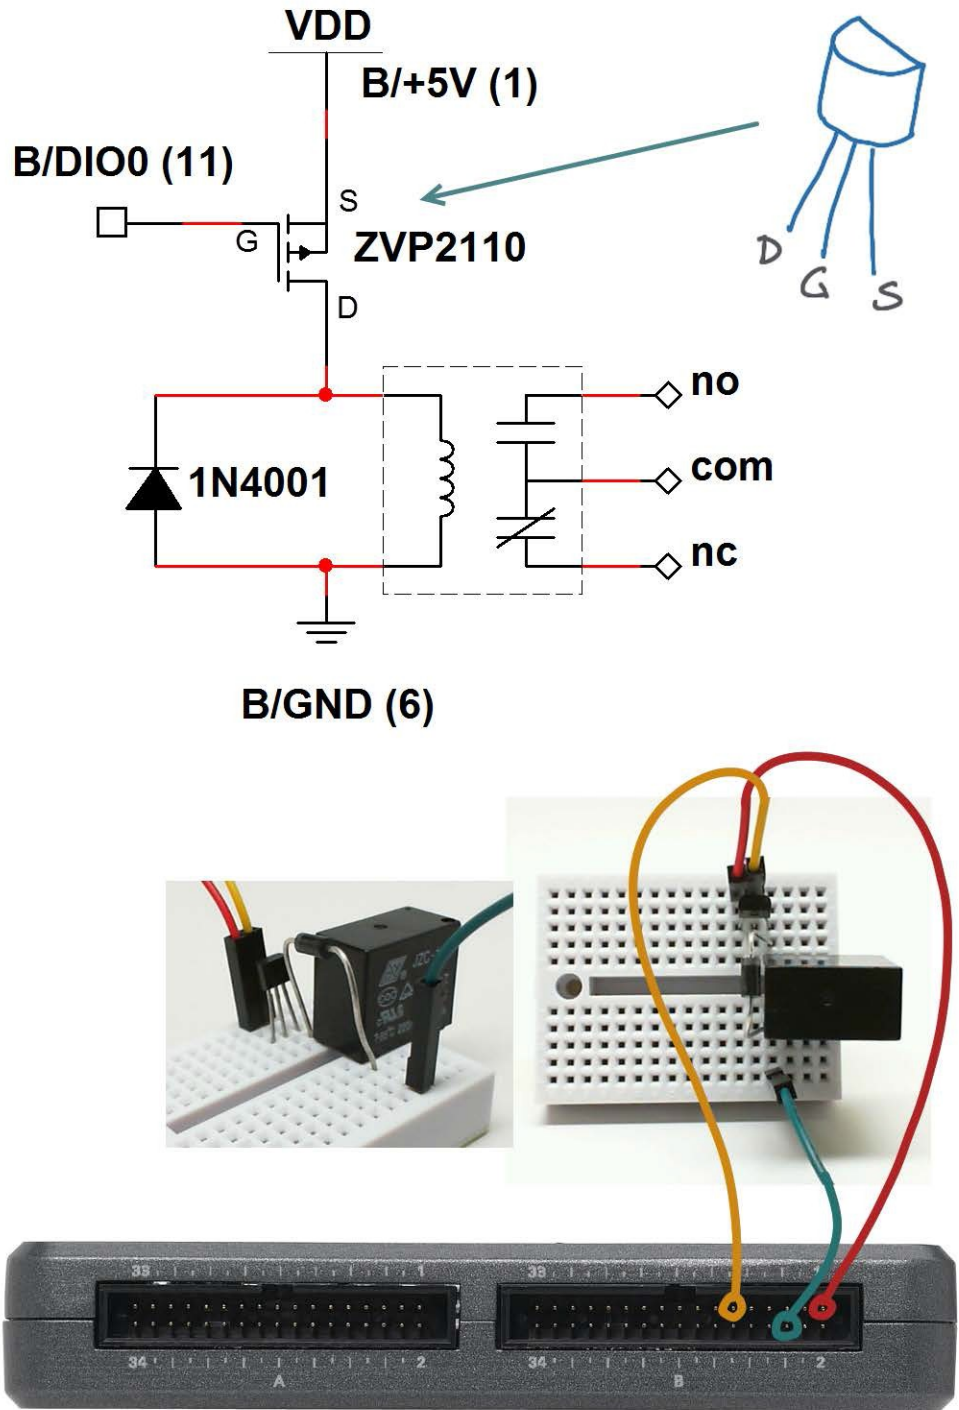

图 6.2: 继电器演示电路: 电路图、实验板推荐布局, 以及与 NI myRIO MXP 连接器 B 的连接。
建立接口电路: 请参阅第 23 页图 6.2 中所示的电路图和实验板推荐布局。请注意，三个
2. 通过让两个 LED 闪烁来模拟铁路道口信号；使用如上一页图 6.2 所示的三个继电器触点：“常开” (NO)、“常闭” (NC) 和“共用” (COM)。